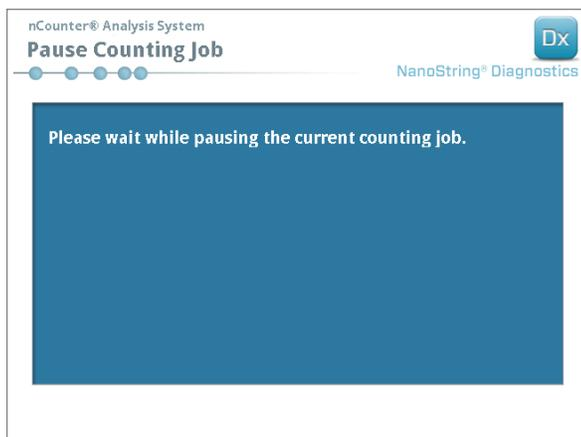

FIGURA 6.7: Ecrã "Pause Counting Job" (Colocar Tarefa de Contagem em Pausa)
- Para adicionar um Cartucho a um Digital Analyzer que já se encontra na fase de contagem, toque no botão **Pause** (Pausa) no ecrã "Counting Cartridge" (Contagem de Cartucho). O Digital Analyzer poderá demorar alguns minutos a chegar a um ponto de paragem adequado (FIGURA 6.7). Quanto tal acontecer, a porta ficará desbloqueada. Coloque o novo Cartucho numa ranhura livre ou substitua um Cartucho já analisado. Toque no botão **Resume** (Retomar). A porta voltará a ficar bloqueada e a contagem é retomada.